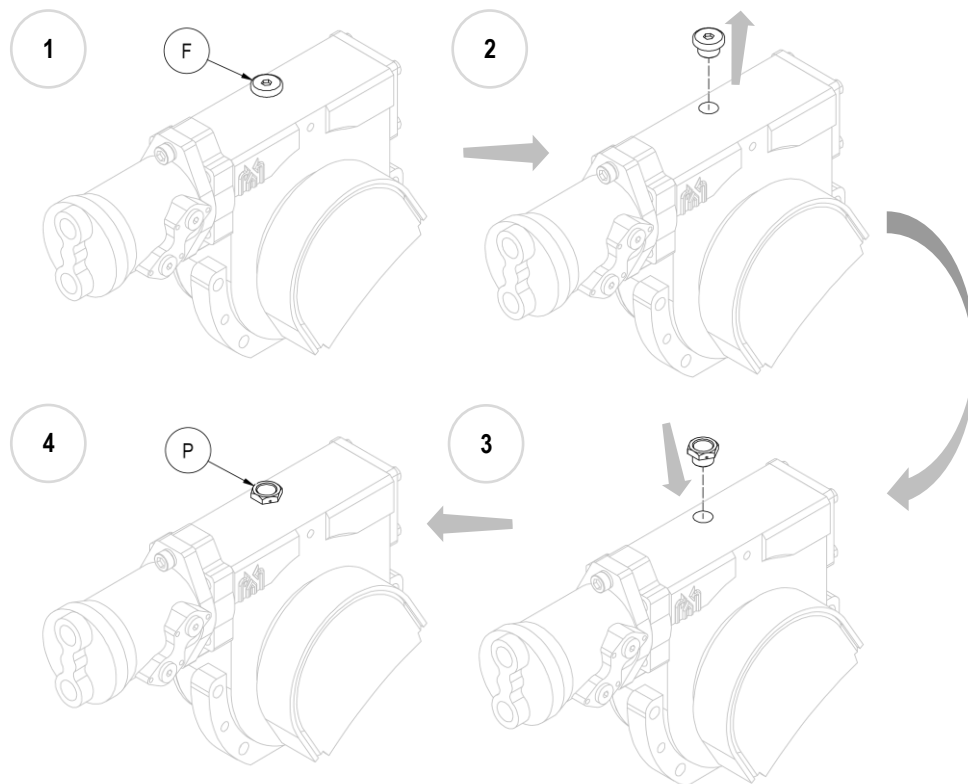

Abbildung 12
11. **Bitte beachten:** Tauschen Sie den Blindstutzen für die Öleinfüllöffnung aus Eisen (F) am montierten Gerät mit dem mitgelieferten Stutzen aus Kunststoff (P) mit Entlüftung aus (siehe *Abbildung 12*).